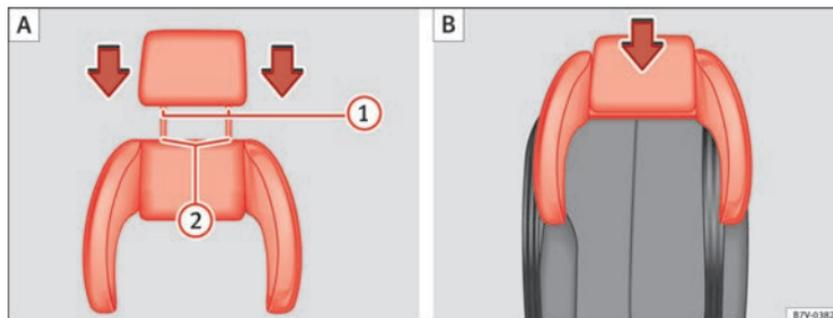

Abb. 30 Integrierter Kindersitz: Kopfstütze auf die seitliche Kopfstütze **A** aufstecken und **B** einbauen.
- Führungsstangen \Rightarrow Abb. 30 **(1)** **(A)** der Kopfstütze von oben durch die Öffnungen in der seitlichen Kopfstütze \Rightarrow Abb. 30 **(2)** **(A)** stecken.
- Kopfstütze zusammen mit der seitlichen Kopfstütze in die Führungen der entsprechenden Sitzlehne stecken \Rightarrow Abb. 30 **(B)**.